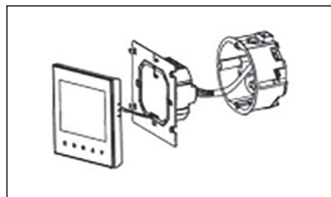

Рис. 5
6.3.1. Отсоедините переднюю панель от монтажной пластины с клеммной колодкой — для этого слегка оттяните и сдвиньте вниз тыльную часть устройства, тогда крючки металлической монтажной пластины выйдут из пазов передней панели термостата и устройство можно будет разъединить на две части, предоставив доступ к крепежным отверстиям монтажной пластины (*рис. 5*).